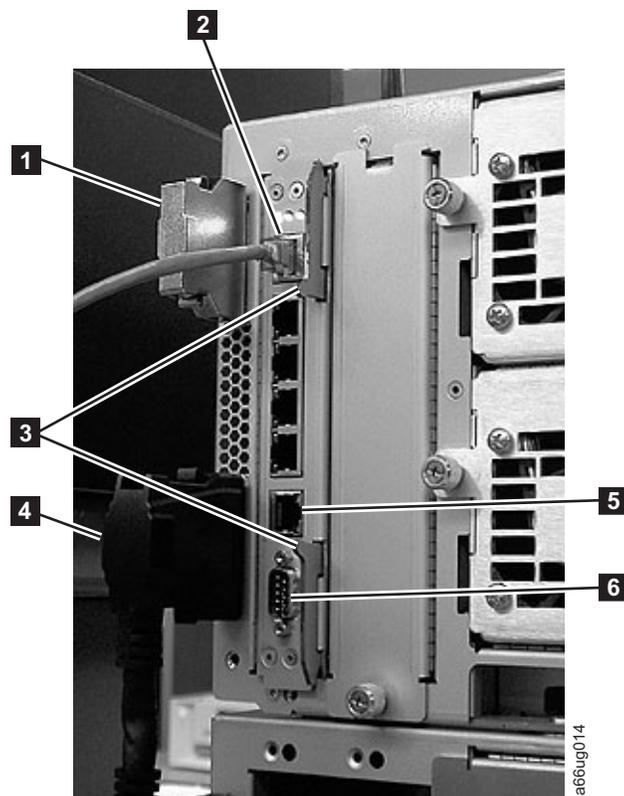

Рисунок 11-8. Регулирующая пластина библиотеки
3. В нижней и верхней части LCB есть две защелки (3 в рис. 11-8 на стр. 11-13). Задвиньте их до щелчка.
4. Подключите кабель Ethernet. (**2** врис. 11-8) Для этого прижмите фиксатор и вставьте разъем в LCB.
**Примечание:** Под кабелем Ethernet останутся шесть разъемов. Четыре верхних зарезервированы для дальнейшего использования. Два нижних разъема, а именно порт Ethernet (**5** в рис. 11-8) и последовательный порт (**6** в рис. 11-8), используются сотрудниками службы поддержки IBM.